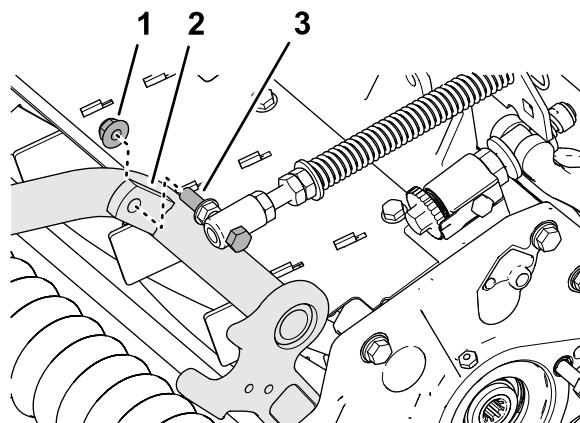

Figura 20
4. Monte o parafuso de fixação da mola de compensação da relva na aba direita da estrutura da carroçaria (Figura 20) com a porca de bloqueio flangeada (3/8 pol.).